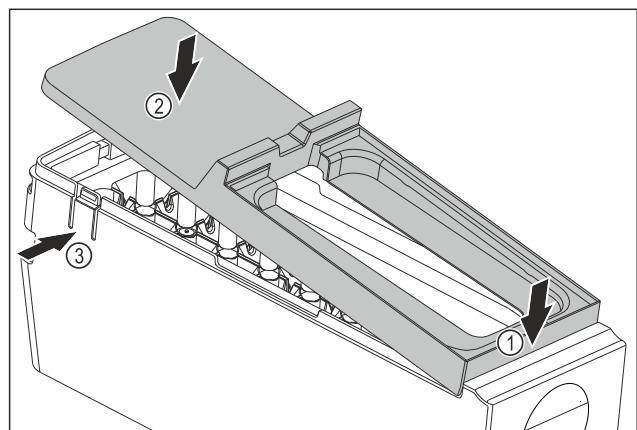

Fig. 120
- ▶ Montare la copertura del corpo dell'EasyTwist-Ice: Applicare la copertura sul davanti. Fig. 120 (1)
- ▶ Abbassare la copertura sul retro. Fig. 120 (2)
- ▷ La copertura si innesta in entrambe le linguette Fig. 120 (3) in modo udibile.